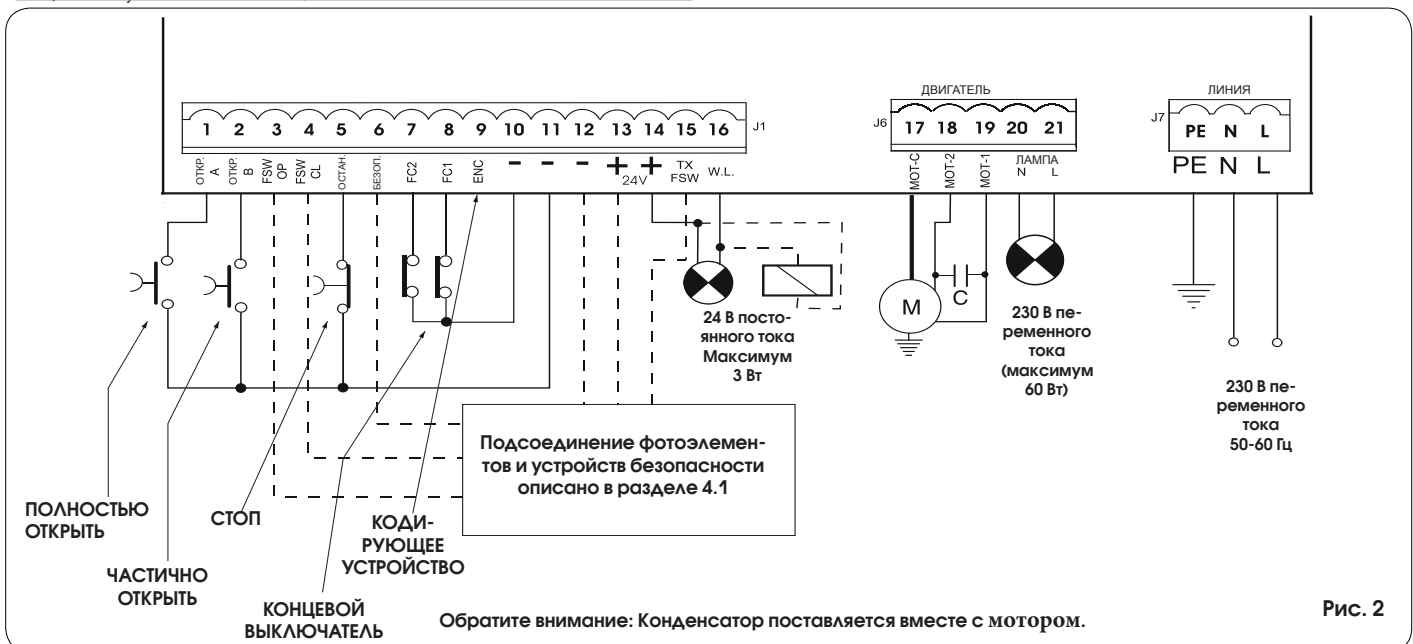

Рис. 2
- Подключите заземляющий кабель к соответствующему контакту разъема J7 на блоке управления (см. рис.2).
4.2 Клеммная панель – Источник питания (Рис.2)
4.3 КП J6 – Двигатели и сигнальная лампа (Рис.. 2)
4.4 КП J1 – дополнительные устройства (Рис.2)
FC1 / FC2- Контакты концевых выключателей открывания и закрытия (входы 7 и 8). Концевые выключатели открывания и закрытия предназначены для того, чтобы установить опорную точку для остановки или для начала замедления (до или после срабатывания концевых выключателей), или для торможения привода (см. расширенное программирование в разделе 5.2). Устройство концевого выключателя должно иметь нормально замкнутый контакт для соединения входа (FC1 или FC2) и вывода оборудования (см. рис. 2) **ПРИВОД ДЛЯ РАЗДВИЖНЫХ ВОРОТ:** правильное подключение концевых выключателей и двигателя описано в разделе 4.6.